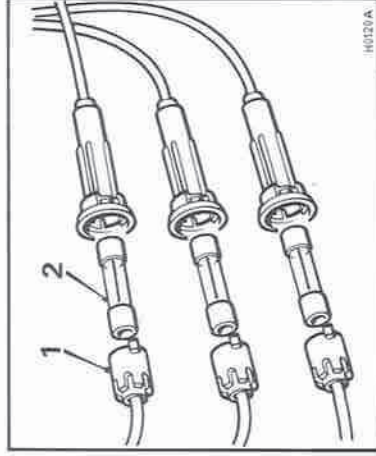

Fig. 2
- Die Kabelsicherungen (Fig. 2) befinden sich ebenfalls im Motorraum, und zwar hinter dem Luftfilter.